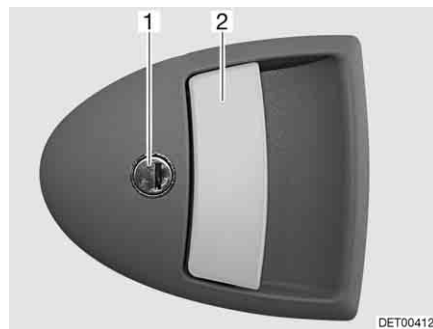

Fig. 37 Cerradura de la puerta de entrada, en el exterior
- Introducir la llave en el cilindro de cierre (Fig. 37,1) y girarla hasta que esté desbloqueada la cerradura de la puerta.
- Tirar del tirador de la puerta (Fig. 37,2). La puerta está abierta.
- Introducir la llave en el cilindro de cierre (Fig. 37,1) y girarla hasta que esté bloqueada la cerradura de la puerta.